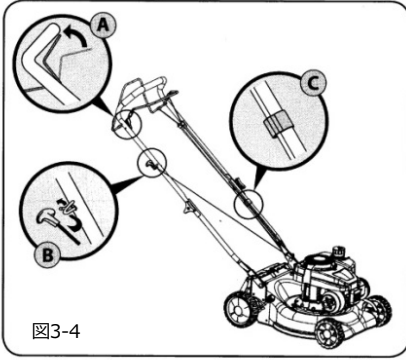

図3-4
6. ロープガイドは、操作側から見てアッパーハンドルの右側に取り付けられています。下記の手順に従って、ロープガイドにスターターロープを取り付けてください。図3-4 参照